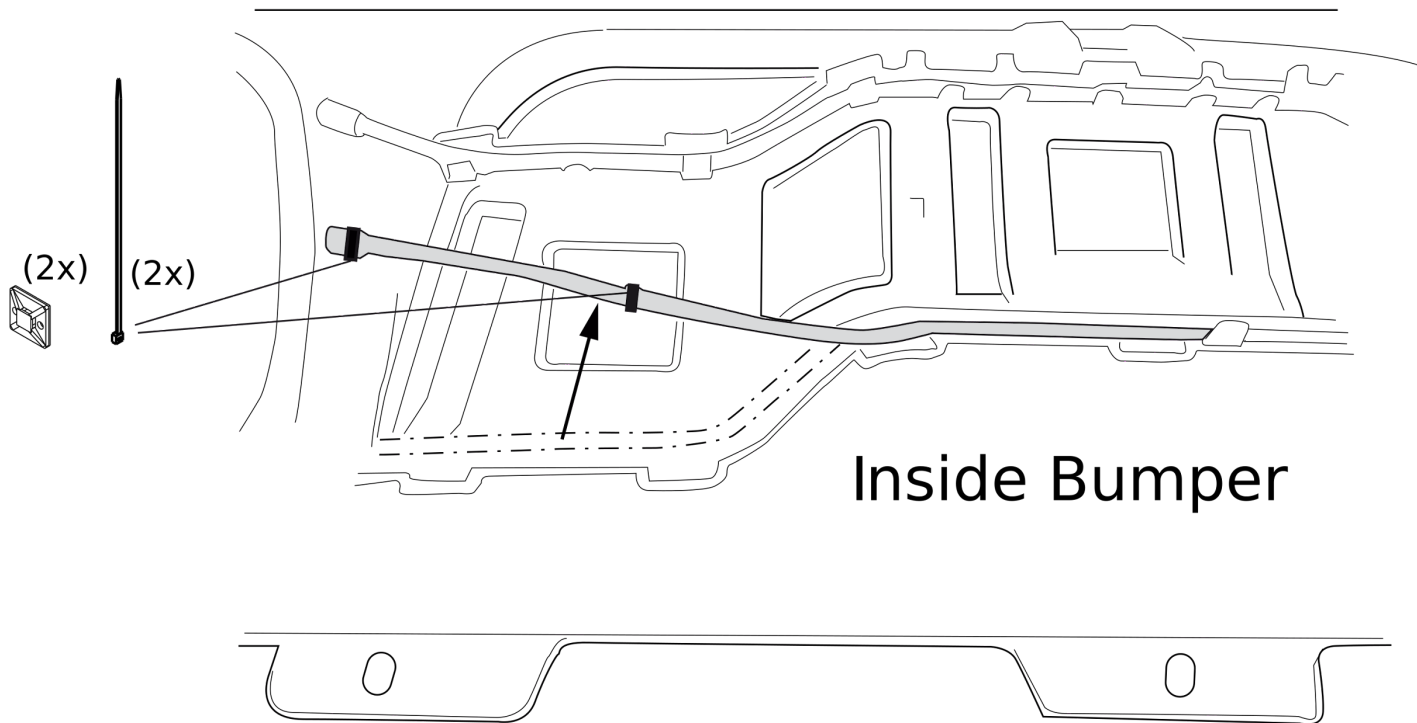

Fig. 2
11. C5 Aircross: Переместите датчик если имеется. См. рисунок 2. Воспользоваться наклейкой Brink Smart Position Sticker и выпилить указанную секцию бампера.